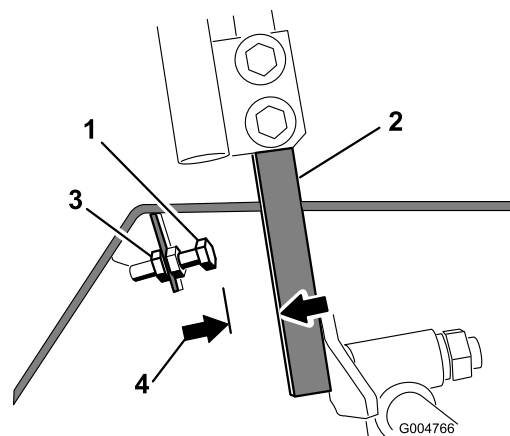

Figura 65
4. Allentate il controllo sul bullone di fermo di una delle leve di controllo (Figura 65).